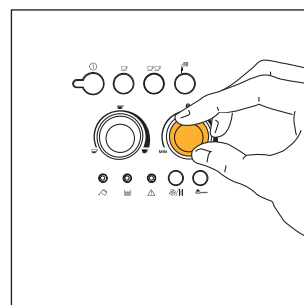
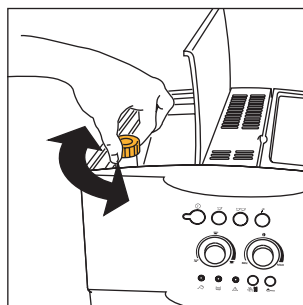

Fig.7
Fig. 17
- 2) Ställ in önskad smak på kaffet med vredet till höger (fig. 7). Maskinen mal mer kaffebönor ju längre medsols du vrider det, och därmed blir kaffet också starkare. När maskinen är ny krävs det att du lagar några koppar för att hitta den inställning som ger dig en espresso med önskad smak. Om du vrider vredet för långt medsols blir utmatningen väldigt långsam (droppvis), framför allt när du lagar två koppar kaffe.
ANM 1: Vrid vredet för inställning av malningsgrad (fig. 17) ett steg medsols om kaffet matas ut droppvis eller inte alls (se avsnitt 6). Vrid ett steg i taget tills du är nöjd med utmatningen.
ANM 2: Vrid det högra vredet (fig. 7) något medsols om kaffet matas ut för snabbt och du inte är nöjd med skummet. Det krävs att du lagar några koppar för att hitta den inställning som ger dig en espresso med önskad smak. Om du vrider vredet för långt medsols blir utmatningen väldigt långsam (droppvis), framför allt när du lagar två koppar kaffe. Vrid också vredet för inställning av malningsgrad ett steg motsols om du inte är nöjd med skummet efter att ha lagat några koppar (fig. 17). Se avsnitt 6.
För att råda bot på detta kan du ställa in en annan malningsgrad genom att vrida vredet för inställning av malningsgrad (fig. 17) ett steg motsols (se anvisningarna i avsnitt 6).
Kaffekvarnen har förinställts i fabriken för att utmatningen av kaffet ska bli korrekt och behöver inte ställas in, åtminstone inte i början. När du har lagat de första kopparna kaffe måste du dock ändra inställningen med hjälp av vredet för inställning av malningsgrad, om utmatningen går för snabbt eller för långsamt (droppvis) (fig. 17). Om du vrider det ett steg medsols (motsvarande en siffra) matas kaffet ut snabbare (droppar inte). Om du vrider det ett steg motsols matas kaffet ut långsammare och skummet blir bättre.